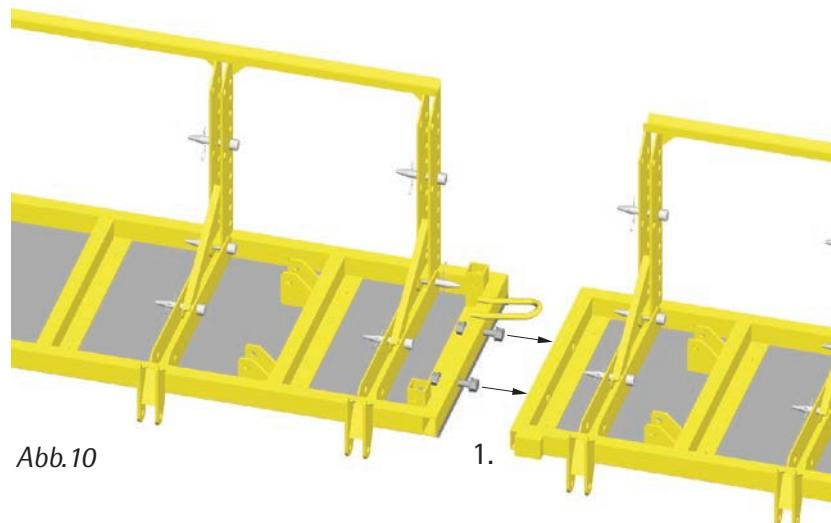

Abb.10
1. Aufstockschräuben aus den Rahmenoberteilen entfernen (Abb. 10).